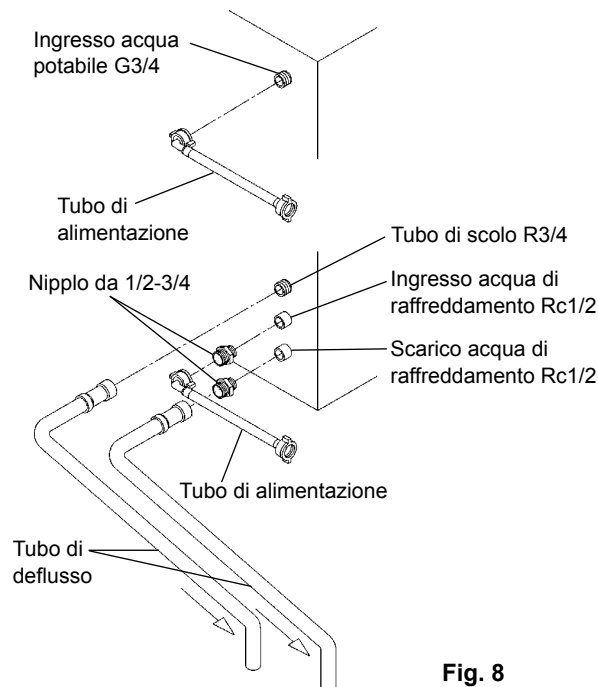

Fig. 8
## [b] Collegamenti effettuati tramite tubi accessori in conformità a normative diverse dalla normativa WRC in vigore nel Regno Unito (Fig. 8)
2) Per i collegamenti del condensatore, utilizzare i tubi forniti come accessori seguendo le modalità indicate ai punti da 1) a 3) nel precedente paragrafo [a] collegandoli alle estremità libere dei nippli da 1/2-3/4 come illustrato in Fig. 8.